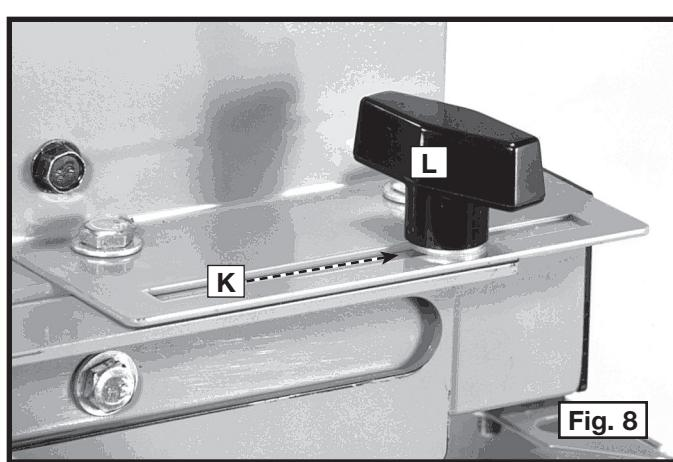

Fig. 7
7. Inserte el perno de coche de 5/16-18 x 19 mm (3/4 pulg.) (G) Fig. 7 hacia arriba, por el orificio cuadrado (H) y la ranura (J). Fije el perno de coche con la arandela plana de 5/16 pulg. (K) Fig. 8 y la manija de bloqueo (L).